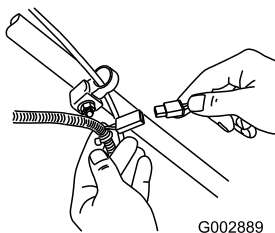

Figura 28
1. Ligue o carregador à cablagem sob a chave da ignição (Figura 28).